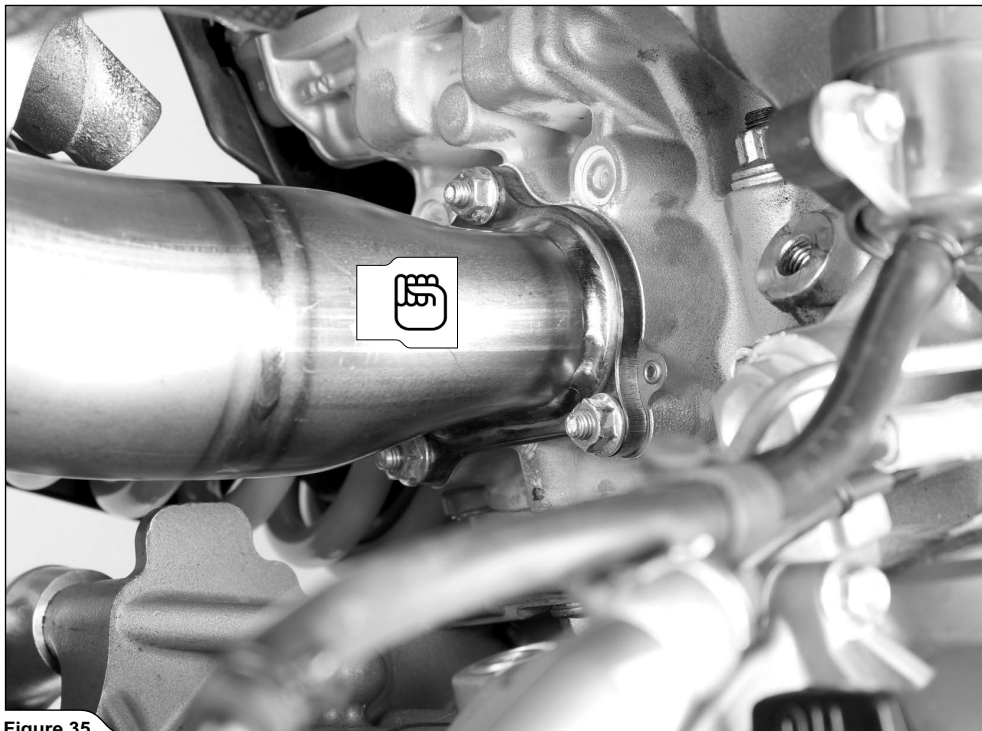

Figure 35
7. Serrer à la main le collecteur arrière sur la culasse, en utilisant les écrous d'origine (Figure 35).
7. Den hinteren Krümmer mit den Original-Muttern von Hand am Zylinderkopf befestigen (Figure 35).